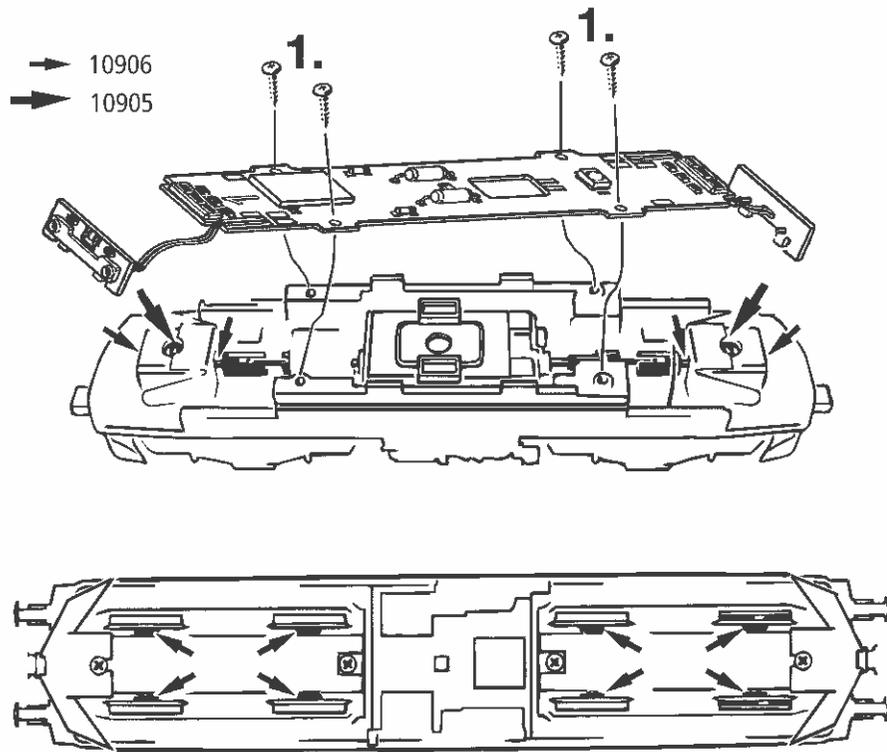

Fig. 9
4. Kohlebürstenwechsel: Lokgehäuse abnehmen (Fig. 3). Danach wird der Motor ausgebaut und die Kohlebürsten ausgewechselt (Fig. 9).
4. Carbon Brush Changing: First remove loco body (fig. 3), and then the motor (fig. 9).
4. Byte av motorkol: Tag av lokkopån först (fig. 3). Tag ur motorn och byt motorkolen enligt (fig.9).